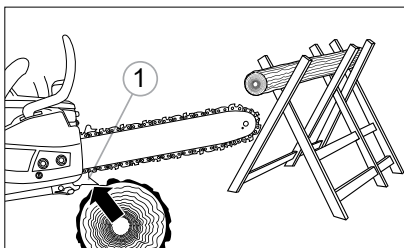

Rys. 18
Przycinanie odbywa się z powalonego drzewa. Nie odcinaj gałęzi podtrzymujących pień i zabezpiecz go przed stoczeniem (A), dopóki nie uniesiesz pnia (Rys. 18).